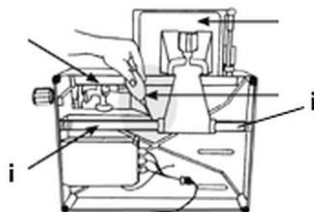

Fig. 16
3. Aplique un poco de aceite de máquina en ambos extremos del eje del carro (i) (fig. 16).